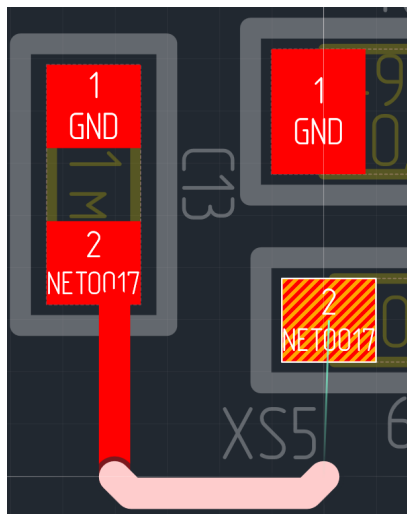

Рис. 179 Зафиксированный
2. Подтвердить выбор точки, через которую будет проложен трек. Для этого необходимо нажать левую кнопку мыши, чтобы зафиксировать предлагаемый участок, см. Рис. 179.